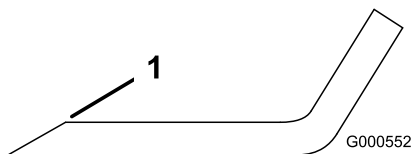
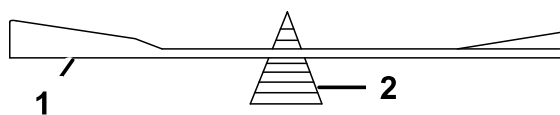

Figura 48
Figura 49
- Utilice una lima para afilar el filo de corte en ambos extremos de la cuchilla (Figura 48). Mantenga el ángulo original. La cuchilla permanece equilibrada si se retira la misma cantidad de material de ambos bordes de corte.
- Verifique el equilibrio de la cuchilla colocándola sobre un equilibrador de cuchillas (Figura 49). Si la cuchilla se mantiene horizontal, está equilibrada y puede utilizarse. Si la cuchilla no está equilibrada, rebaje algo el metal en la parte de la vela solamente con una lima (Figura 48). Repita este procedimiento hasta que la cuchilla esté equilibrada.